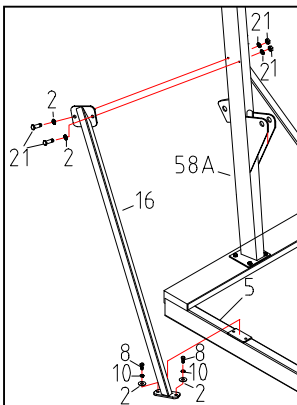

Abb. 4
Schritt 4 (Abb.4):
Richten Sie die Löcher von der Stütze (16#) mit den dafür vorgesehenen Löchern des Fahrgestells (5#) sowie dem Mast (58A#) aus. Montieren Sie die Mutter (1#), Unterlegscheiben (2#), die Schrauben (8#), (21#) und den Federring (10#) gemäß der Reihenfolge in Abb. 4.